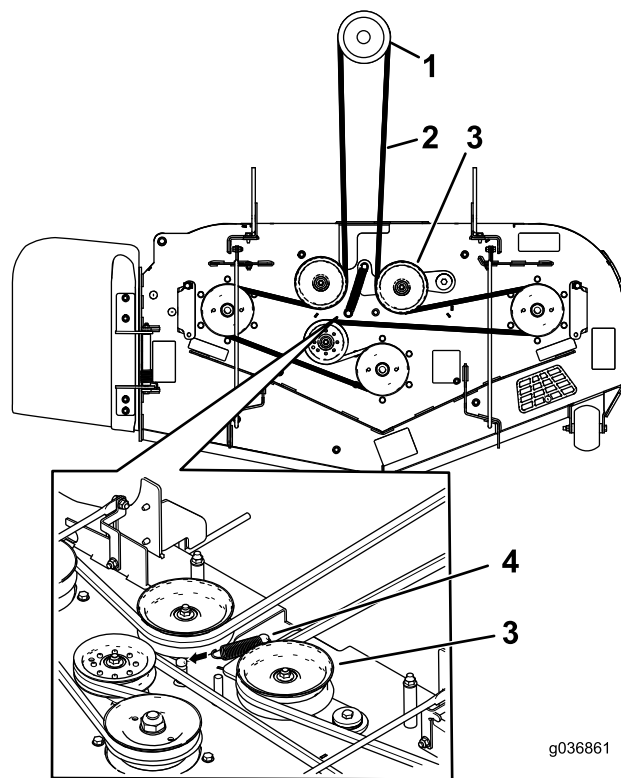

Figure 92
7. Acheminez la courroie neuve autour des poulies du tablier de coupe et de la poulie d'embrayage, sous le moteur (Figure 92 ou Figure 94).
8. Montez le ressort de la poulie de tension (Figure 92 ou Figure 94).